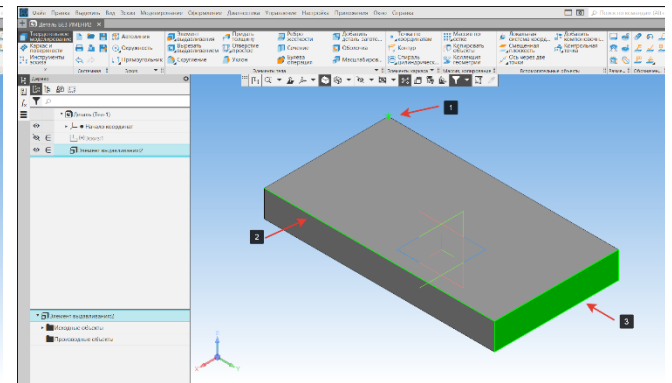

Рисунок 52 – Геометрические примитивы твердых тел
Полученное твердое тело состоит из геометрических примитивов: вершин (1), ребер (2) и граней (3) (Рисунок 52).